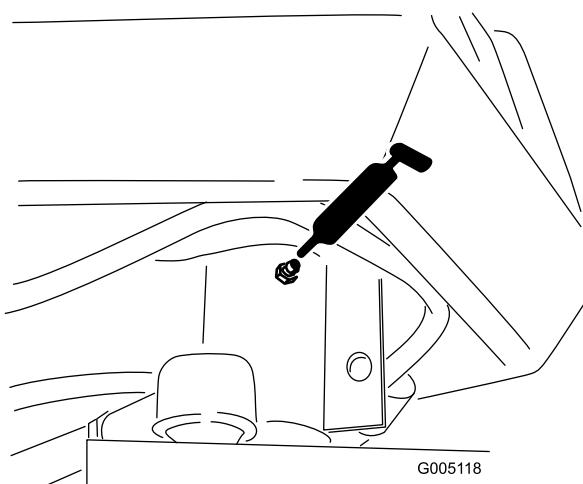

図 39
- ・ ステアリング・フォークのシャフト : 1か所 (図 39)
- ・ ロッドの端部 (図 39)